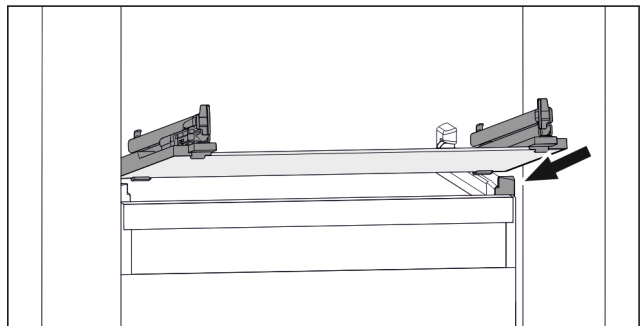

Fig. 73 Representación de la placa de vidrio a modo de ejemplo
- ▶ Coloque la placa de vidrio inclinada detrás de los topes. (consulte Fig. 73)